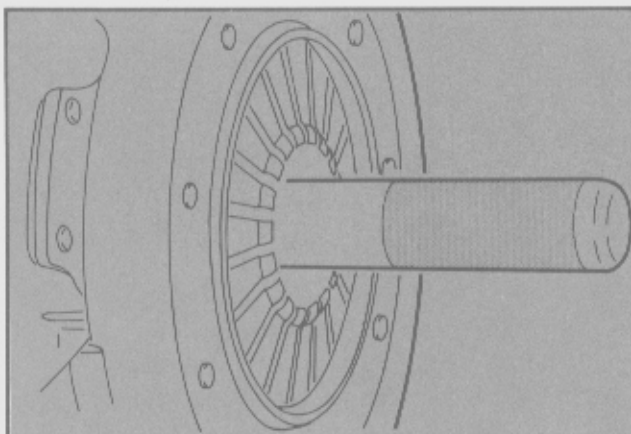

Fig. 51 - Centrado del disco de embrague.
- Localizar el disco de embrague sobre el volante con la ayuda de la herramienta especial T74G-7550-BAS (Fig. 51).